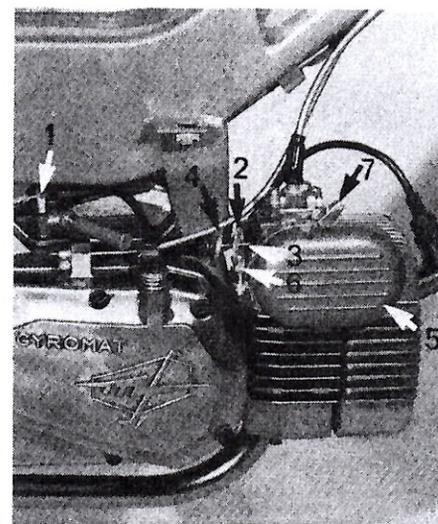

Fig. 9
- L'arrivée d'essence au carburateur en débranchant le tuyau côté carburateur, et après avoir ouvert le robinet en contrôlant le débit du tuyau. En cas de débit insuffisant, nettoyez le filtre du robinet d'essence (fig. 9 - n° 1). Vérifiez également celui du carburateur (fig. 9 - n° 2).